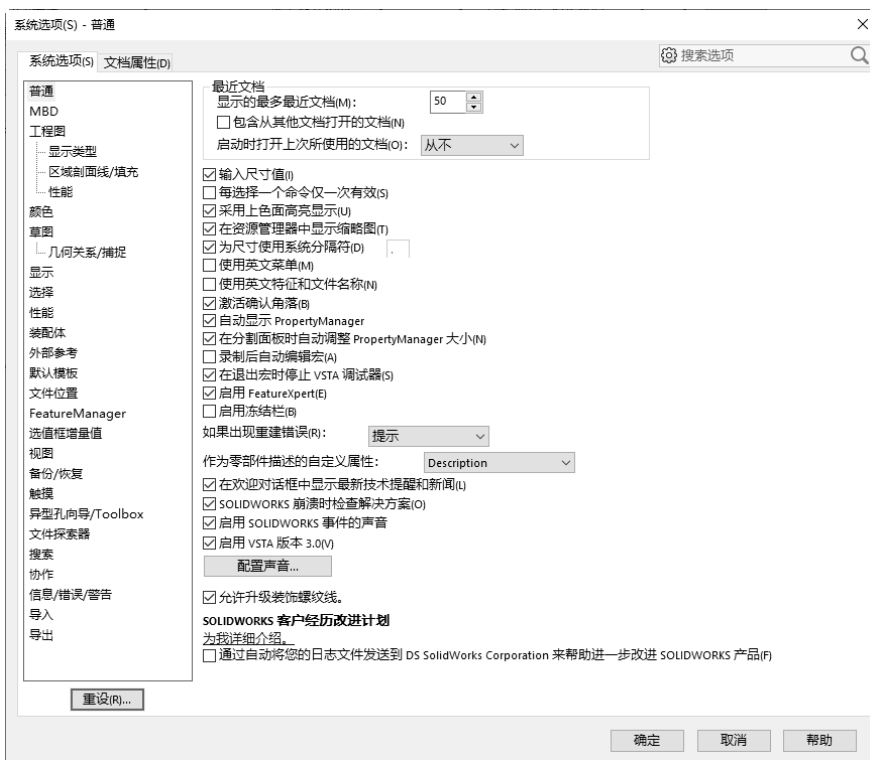

图 1-22 “系统选项”对话框
(1) 执行命令。选择菜单栏中的“工具”→“选项”命令，此时系统弹出如图 1-22 所示的“系统选项”对话框。